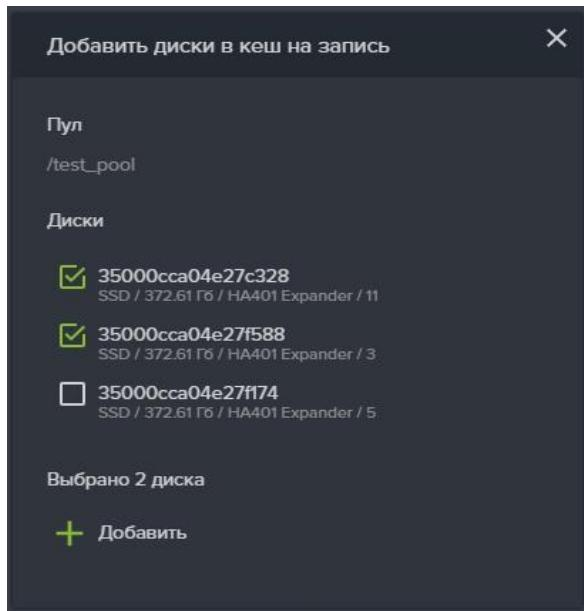

Рисунок 70. Добавление в пул кэша на запись.
9. Нажмите на кнопку «Добавить»(см. Рисунок 70).